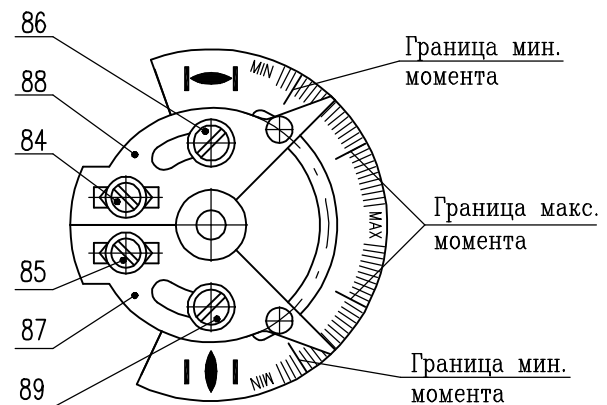

Рис.6 – Узел моментного диска
3. Освободить крепление рычагов на валу узла позиционирования и сигнализации с помощью гайки (83) таким образом, чтобы прижимная пружина еще поджимала.
4. Повращать рычажком (57) S3 в направлении против хода часовой стрелки так, чтобы контакт путевого конечного выключателя (37) S3 срабатывал (при этом слышится легкий щелчок), а на пульте управления появился сигнал для включения лампочки EL2 – “открыто”.
7. Повращать рычажком (56) S4 в направлении хода часовой стрелки так, чтобы срабатывал (легкий щелчок) контакт выключателя (39) S4. Этим обеспечивается сигнал на пульте управления и сигнальная лампочка EL1 – “закрыто” засветится.
8. Дополнительные сигнальные выключатели (39) S5, (40) S6 настроить в соответствии со схемой подключения.
9. Зафиксировать положение рычажков узла позиционирования и сигнализации гайкой (83).
12. При регулировании моментного диска в положении “открыто” и “закрыто” необходимо руководствоваться паспортом, в котором имеется графа “регулирование крутящих моментов выключения”. Моментный диск имеет шкалы (интервалы) диапазонов крутящих моментов выключения в направлении “открывает” и “закрывает”. В рамках этих интервалов возможно регулирование моментного узла сегментами (87, 88) – грубое регулирование или винтами (84, 85) – тонкое регулирование – рис. 6.
*Тонкую регуляцию крутящего момента, движения регулируемых упоров (84), (85), можно произвести только с применением приборов для измерения крутящего момента.*
13. Освободить сегмент (87) (для регулирования момента “открыто” (20) S1) или (88) (для регулирования момента “закрыто” (21) S2) на моментном диске.
14. Поворачивать сегмент (87) или (88) при повышении регулируемого крутящего момента в направлении “мах” чтобы грань сегмента перекрыла риску моментного диска, соответствующую требуемым крутящим моментом, на основе графы настройки, приведенной в паспорте прибора.
15. Поворачивать сегмент (87) или (88) при повышении регулируемого крутящего момента в направлении “min” чтобы грань сегмента перекрыла риску моментного диска, соответствующую требуемым крутящим моментом, на основе графы настройки, приведенной в паспорте прибора.